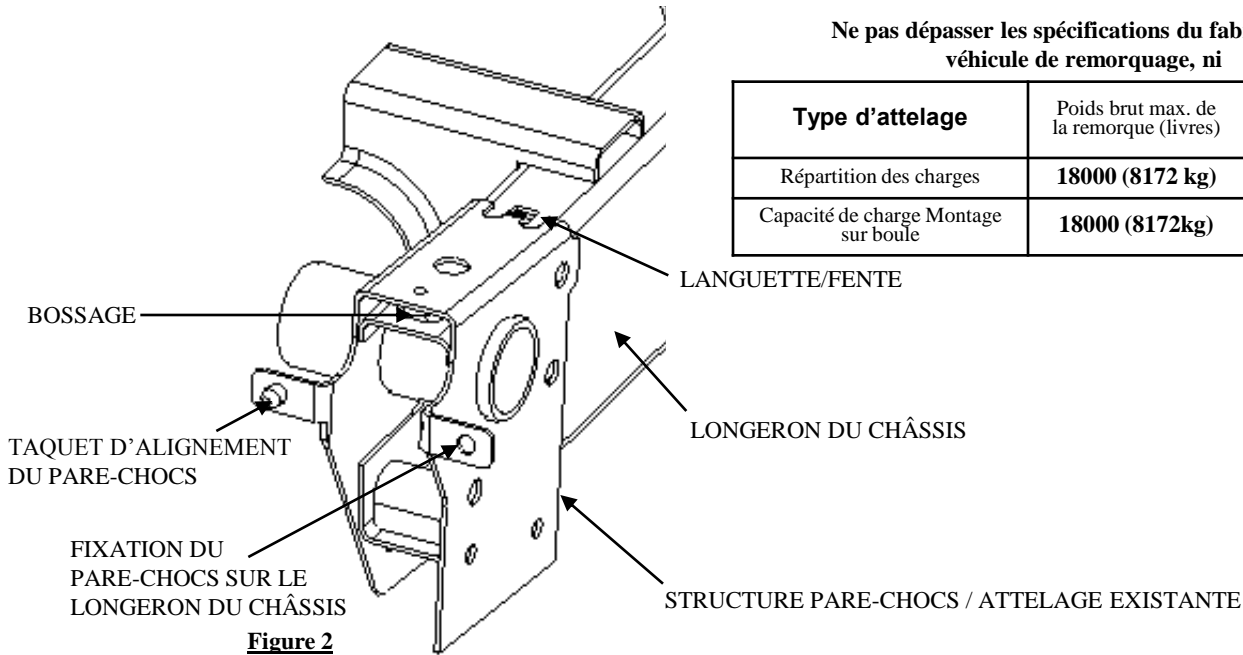

Figure 2
- Il sera nécessaire de faire tourner la structure puis de la tirer pour dégager le bossage et les engagements de la languette/fente. Voir figure 2.